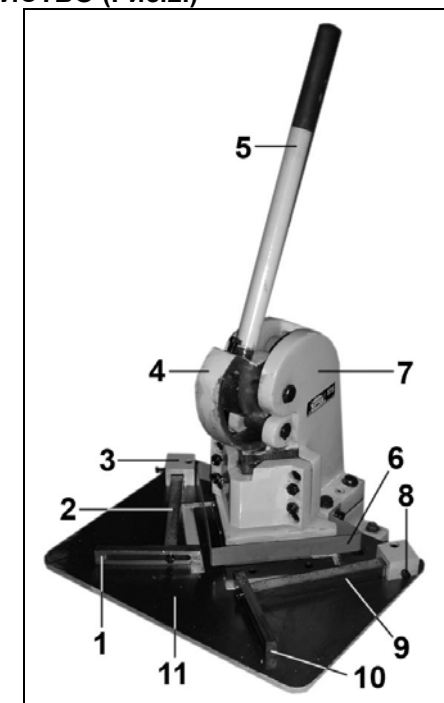

Рис. 2.
### 10.3. Регулировка плавности хода (Рис. 2 - 6)
## 6. УСТРОЙСТВО (Рис.2.)
8.1. Ножницы установите и надёжно закрепите через 4 отверстия (13) станины (15) на ровной поверхности верстака (рабочего стола), Рис.2, 4. Для крепления ножниц к верстаку используйте резьбовое соединение.
## 9. ПОРЯДОК РАБОТЫ (Рис.2,3)
### 10.2. Снятие, регулировка, установка ножей (Рис. 2 - 6)